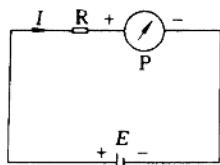

图 2-2 测量电流时万用表的正确接法
(1) 把万用表串接在被测电路中时,应注意电流的方向。正确的接法如图 2-2 所示,即把红表笔接电流流入的一端,黑表笔接电流流出的一端。如果不知被测电流的方向,可以在电路的一端先接好一支